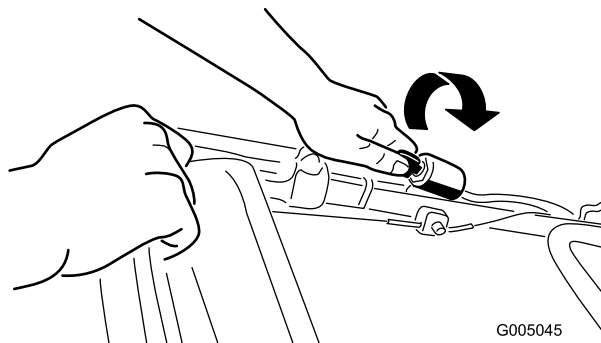
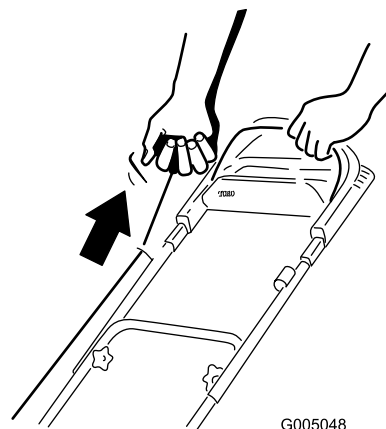

Figura 16
Figura 17
3. Gire la llave de contacto (Figura 16) (modelo 20067) o tire del arrancador de retroceso (Figura 17).